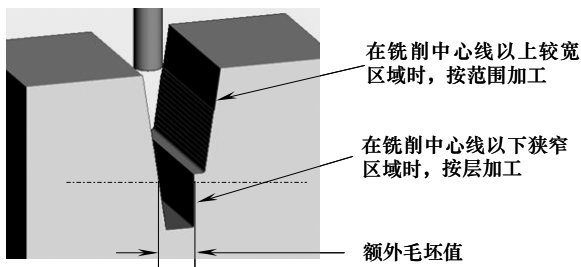

图 4-92 额外毛坯的功能示意
(2) 额外毛坯 在默认情况下, 系统按范围 (即型腔) 计算等高刀具路径。但有时需要系统先按范围加工, 直至刀具加工下去切削量突增时, 改为按层加工。例如: 当在零件的两狭窄陡峭侧壁间铣削时, 保证铣削完某一侧壁后, 再铣削同一 Z 高度的另一侧壁, 然后向下铣削, 从而避免损坏小刀具, 如图 4-92 所示。